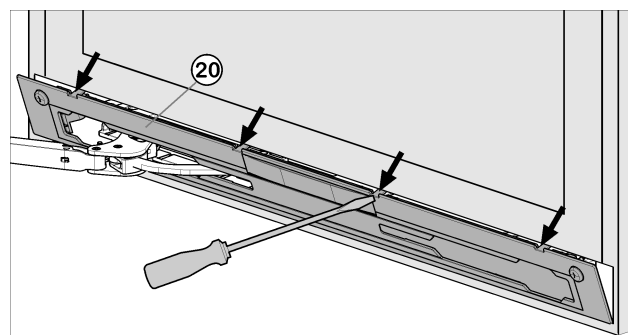

Fig. 9
- ▶ Desencaje el panel Fig. 9 (20) con el destornillador para tornillos de cabeza ranurada y retírela.